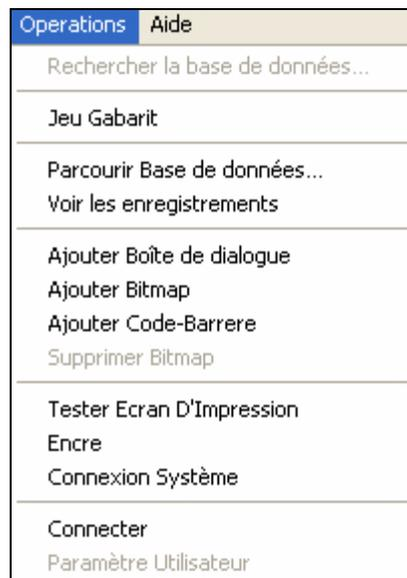
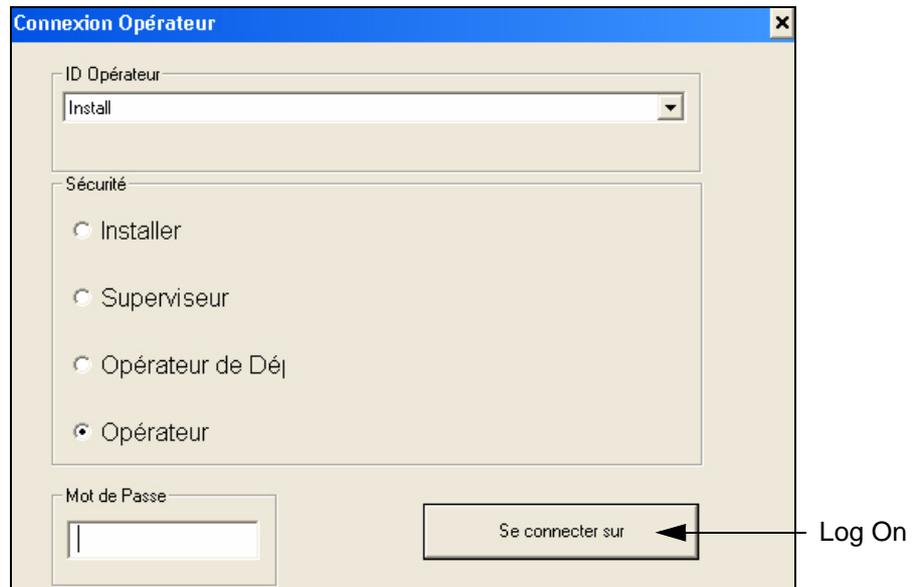
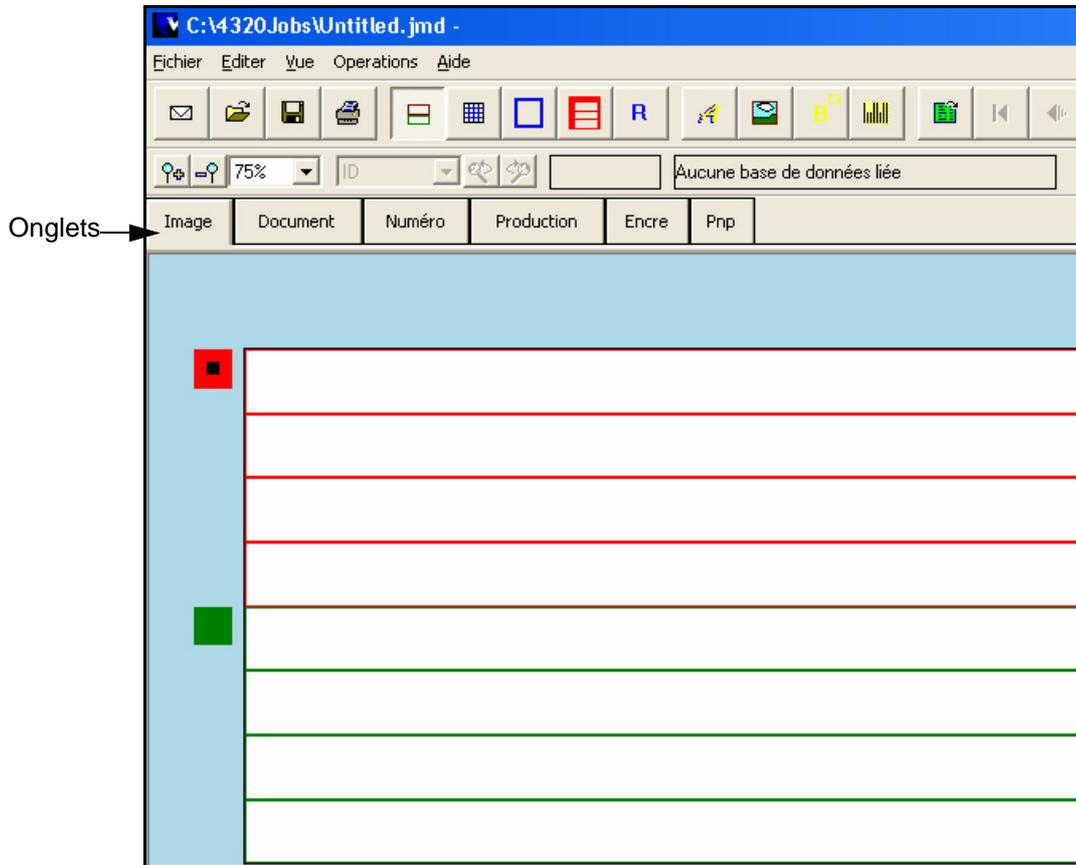

Figure 4-3: Se Connecter
Figure 4-4: Ecran de Connexion de L'Opérateur
Figure 4-5: Nouveau Document
- 5 Naviguer vers *Fonctionnements > Se connecter* (voir Figure 4-3). L'écran de *Connexion Opérateur* apparaît (voir Figure 4-4).
- 7 Se Connecter Log On (voir Figure 4-4). Un nouveau document est téléchargé automatiquement (voir Figure 4-5 page 4-4).